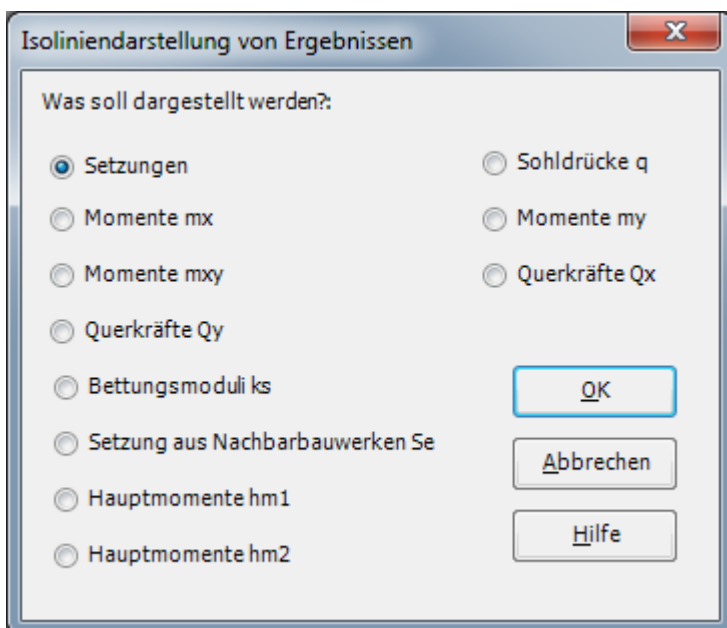

Bild 9.39 Optionsfeld "Isoliniendarstellung von Ergebnissen"
- Wählen Sie "Isolinien" aus dem "Ergebnisse"-Menü. Das folgende Optionsfeld im Bild 9.39 erscheint